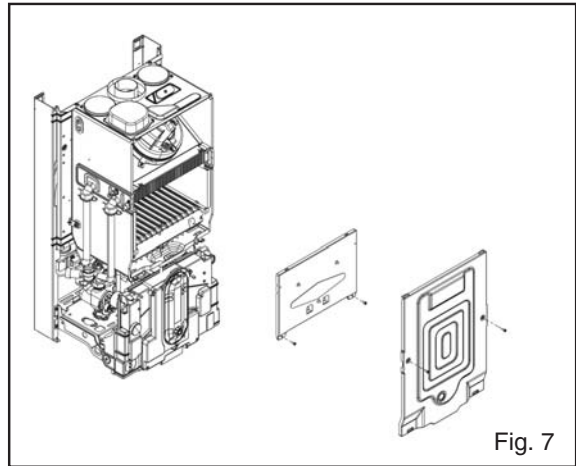
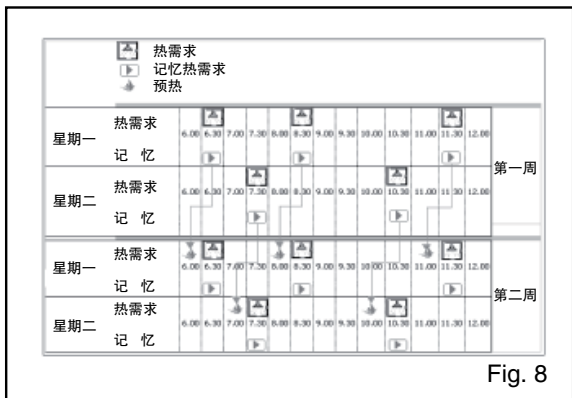

Fig. 7
Fig. 8
- 按次序移去：锅炉外盖、空气室盖和燃烧室盖（Fig.7）；
记忆键 (Fig.7、 Fig.8)